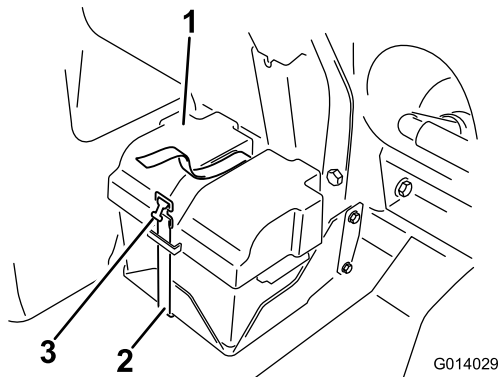

Figura 47
3. Instale la cubierta de la batería, sujetándola con la correa que retiró anteriormente (Figura 47).